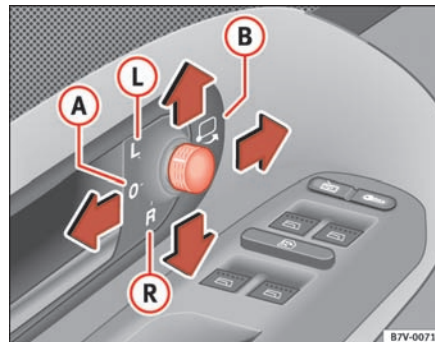

Fig. 82 Bakspejl med automatisk afblænding
Funktionen kan aktiveres og deaktiveres ved at trykke på kontakten til bakspejlet ⇒ side 114, fig. 82 ①. Når funktionen aktiveres, lyser advarselsslampen ②. ■